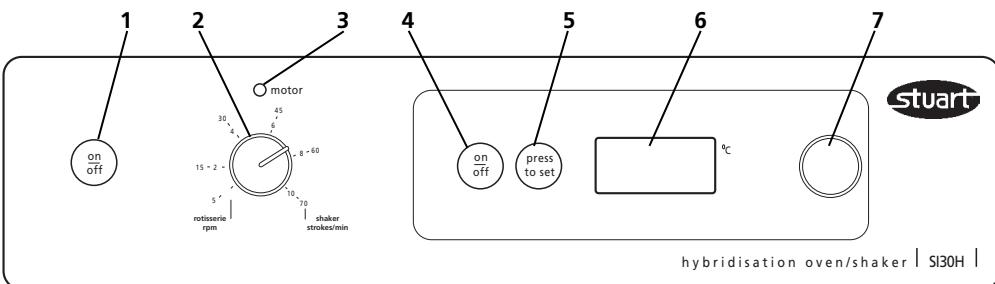

Abb. 3: Vorderseitige Steuerelemente
- 3.1 Die Steuerungen für die Inkubatortemperatur befinden sich auf der rechten Seite der Steuerkonsole (Abbildung 3, Nummern 4 bis 7).
- 5.6 Die Drehzahlsteuerungen befinden sich auf der linken Seite der Steuerkonsole (Abbildung 3, Nummern 1 bis 3). Die Rotisserie / den Rüttler durch Druck auf den Ein/Aus-Schalter (1) einschalten. Daraufhin sollte die rote Anzeigelampe (3) über dem Drehzahlwahlschalter (2) aufleuchten.